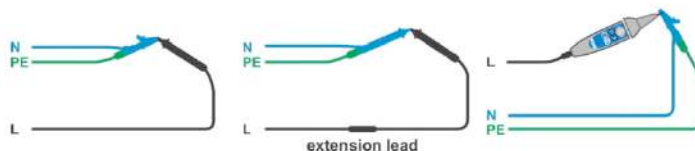

Рисунок 7.20: Замкнутые измерительные провода
- › Замкните накоротко тестовые кабели, см. **Рисунок 7.20: Замкнутые измерительные провода**.